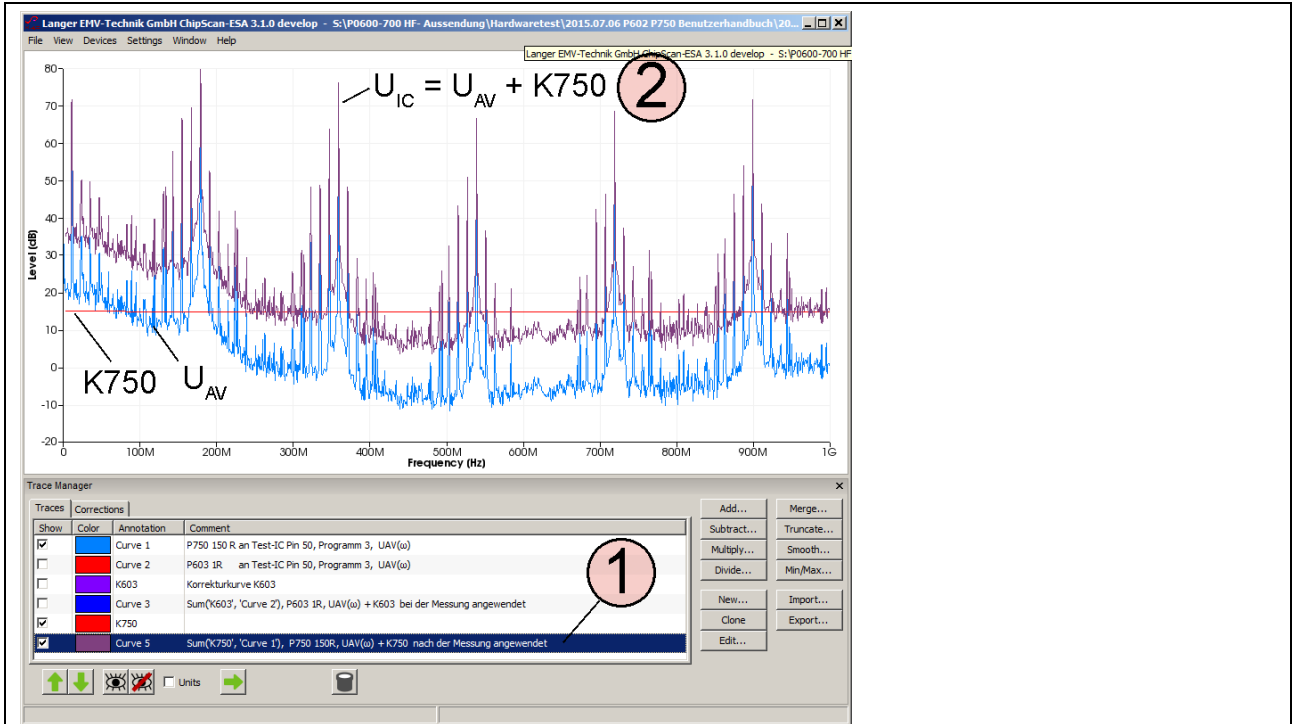

Bild 33: Korrektur nach der Messung: Ergebnis der Addition  $U_{IC} = U_{AV} + K750$ .
Die Berechnung erzeugt am unteren Ende der Liste Traces den Eintrag (① **Bild 33**) und wird als Kurve „Curve 5“ dargestellt (② **Bild 33**).